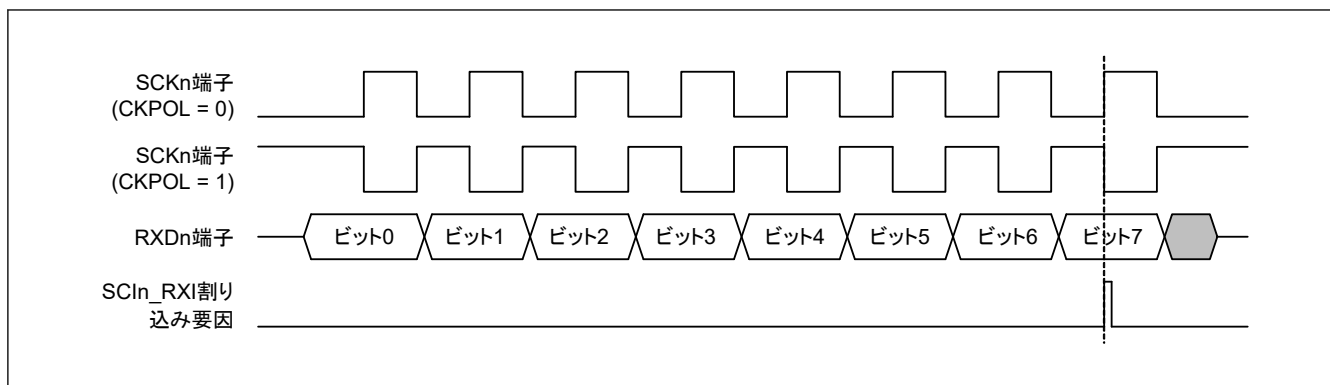

図 29.124 簡易 SPI モードにおける SCIIn_RXI 割り込みの発生タイミング (クロック遅れあり)
- クロック遅れあり (SPMR.CKPH ビット = 1) では、図 29.124 に示すように、SCK_n 端子の最終クロックエッジ手前のクロックエッジで受信データフル割り込み (SCI_{IN_RXI}) が発生します。SCR レジスタの TE ビットと RE ビットを SCK_n 端子の最終クロックエッジより前に 0 にすると、SCK_n 端子出力がハイインピーダンスとなり、送受信クロックの最後のクロックパルス幅が短くなります。また、SCI_{IN_RXI} 割り込みの発生によって、SCK_n 端子の最終クロックエッジより前に接続先スレーブの SS_n 端子入力信号が High になった場合、スレーブが誤動作する可能性があります。